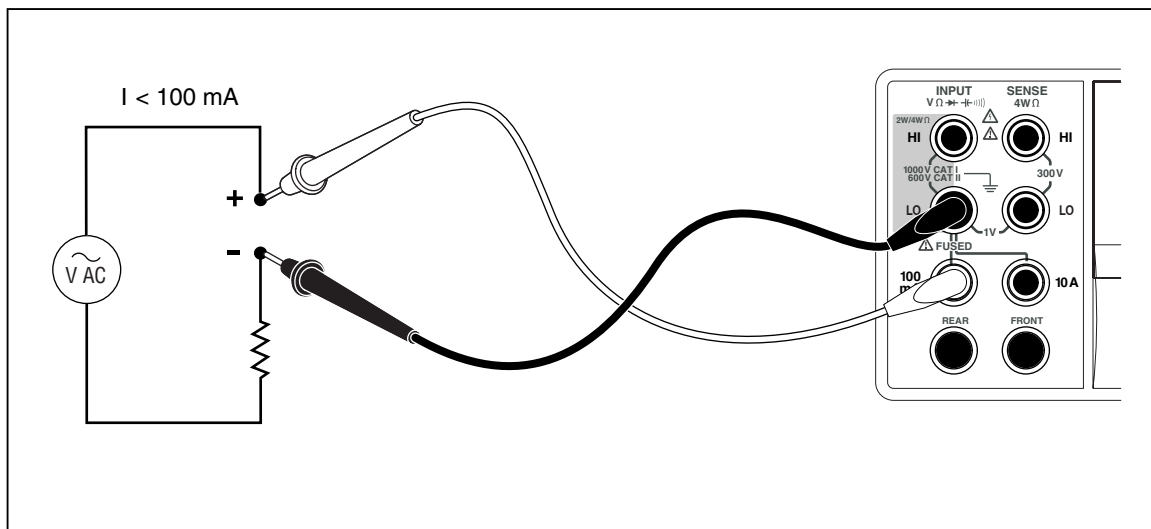
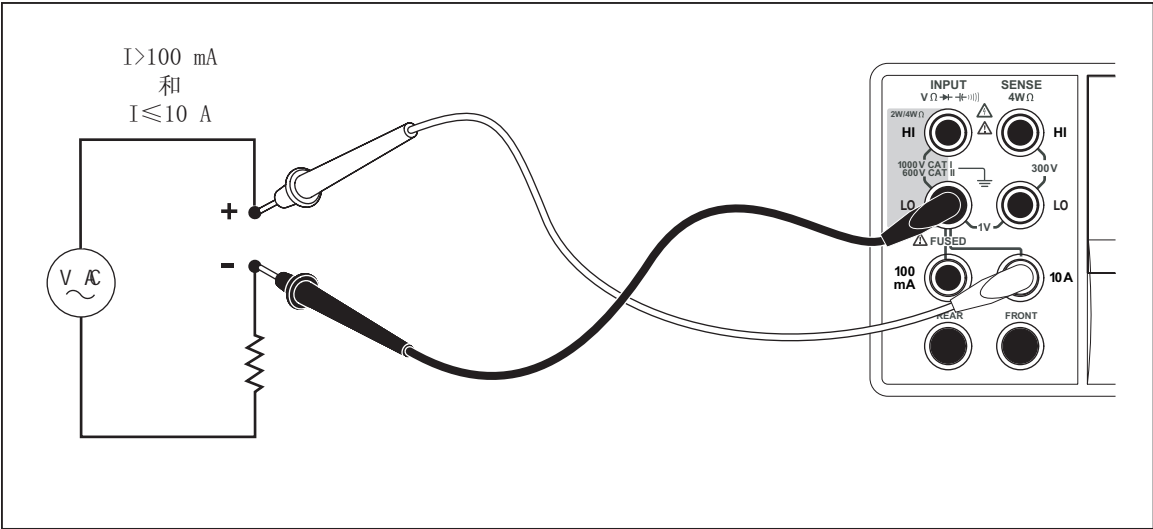

图 4-4. 低于 120 mA 的电流测量的输入连接
图 4-5.高于 120 mA 的电流测量的输入连接
数字多用表可以测量高达 10A 的交流和直流电流两个独立的输入连接端（共用 LO 连接端）被用来测量电流。为了获得最佳的分辨力，不超过 100 mA 的电流测量应该使用 LO 和 mA 输入端，如图 4-4 所示。
预期在 120 mA 和 10 A 之间的电流，应该使用 Input LO 和 10A 输入连接端进行测量，如图4-5所示。
1. 对于 120 mA 或更小的电流，请按如图4-4 所示在数字多用表和被测电路之间连接测试线；对于最大 10 A 的电流，请按图4-5连接测试线。
1. 根据预期电流的大小，按图4-4或图4-5所示，在数字多用表输入连接端和被测电路之间连接测试线。